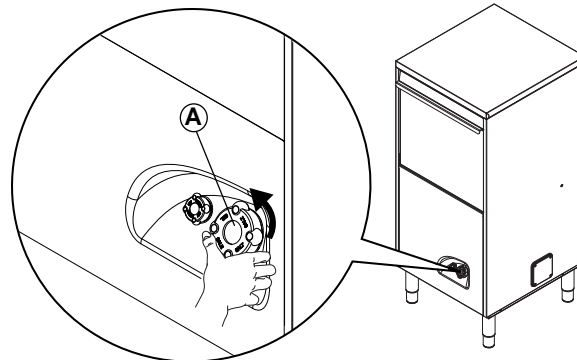

Fig. 23
- Skruva av locket på saltbehållaren "A" (Fig. 23). Skruva motsols.